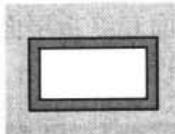
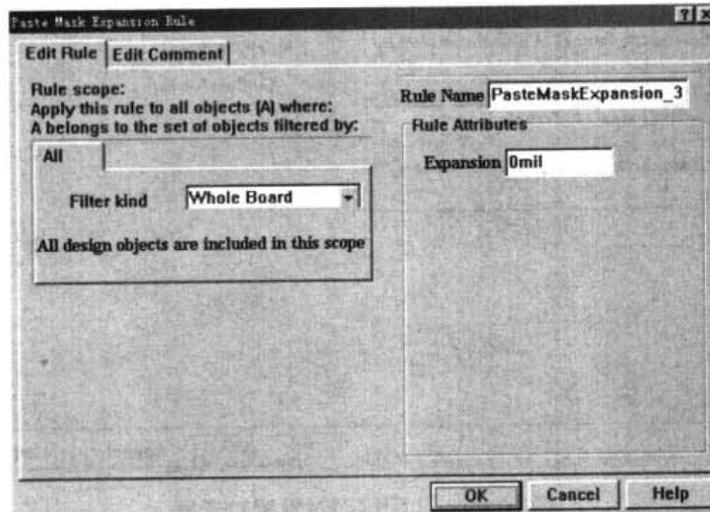

图 10-101 锡膏防护的形状
图 10-102 Paste Mask Expansion Rule (锡膏延伸度) 设置对话框
- Paste Mask Expansion: 锡膏延伸度。在锡膏防护层上焊盘位置处的锡膏形状, 就是焊盘的形状, 如图 10-101 所示。该规则是设置锡膏的径向延伸度。Paste Mask Expansion Rule 设置对话框, 即如图 10-102 所示。可在 Expansion 处, 输入设置值。